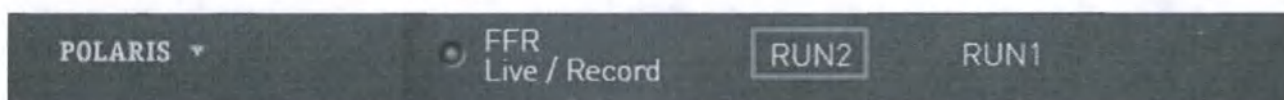

Рисунок 2-19: Нажмите на название анализа, чтобы перейти в режим ПРОСМОТРА
- Если опция «**Проверка ФРК после записи**» не выбрана, система переключается в режим реального времени в конце зарегистрированного анализа. В этом случае нажмите название анализа в верхней части окна «Режим просмотра», чтобы перейти в него. См. Рисунок 2-19.